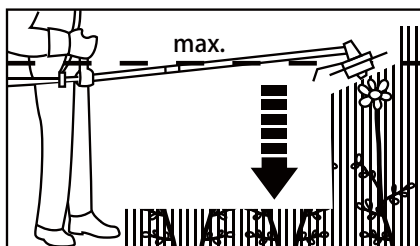

Fig.18
- > Ne levez jamais la tête de coupe au-dessus de la hauteur de vos hanches (Fig. 18); plus la tête de coupe est haute, plus le risque de projection d'objets augmente.